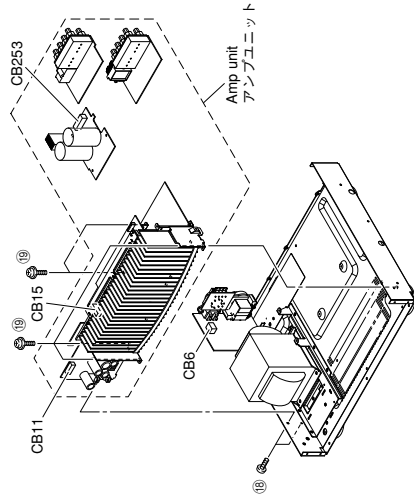

Fig. 9
- Remove 2 screws (⑱) and 5 screws (⑲). (Fig. 9)
- Remove CB6, CB11, CB15 and CB253. (Fig. 9)
- Remove the amp unit. (Fig. 9)
- ⑱のネジ2本、⑲のネジ5本を外します。(Fig. 9)
- CB6、CB11、CB15、CB253を外します。(Fig. 9)
- アンプユニットを取り外します。(Fig. 9)